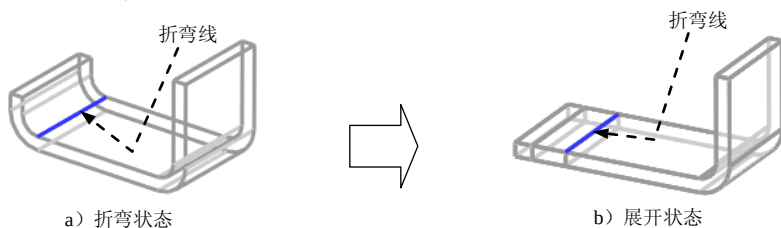
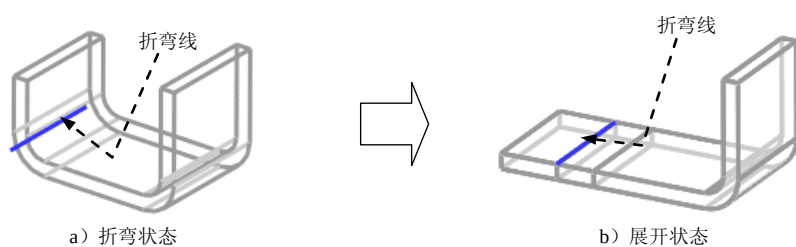
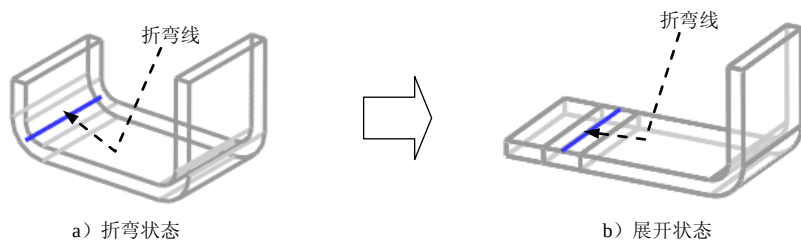

图 4.1.8 左模具线轮廓
图 4.1.9 右模具线轮廓
图 4.1.10 折弯中心线轮廓
-  (从轮廓起) 按钮: 定义轮廓线代表的是左模具轮廓线、右模具轮廓线, 还是折弯的中心轮廓线。如要指定轮廓线代表的是左模具线轮廓 (图 4.1.8 所示) 或右模具线轮廓 (图 4.1.9 所示), 将光标定位到轮廓的一侧, 使单向箭头显示出来。要指定轮廓线代表的是折弯的中心线轮廓 (图 4.1.10 所示), 请将光标定位在轮廓上, 使双向箭头显示。